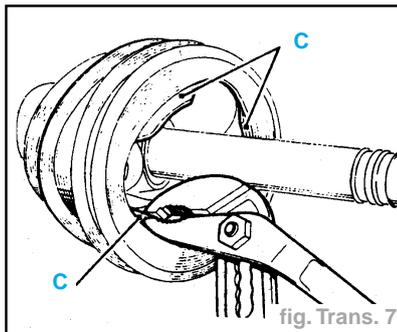

fig. Trans. 7
- Relever avec une pince chaque extrémité de la plaquette anti-déboîtement (C) puis déposer la tulipe (fig. Trans. 7).